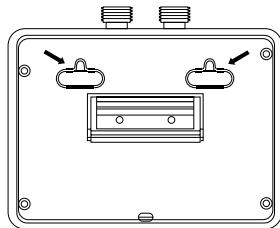

Рис. 3
- После установки шурупов навесьте на них водонагреватель. Места крепления указаны стрелками (рис. 3).
Установите два крепежных шурупа, вкручиваемые в дюбеля в стене, где будет установлен водонагреватель. Места крепления водонагревателя показаны на рис. 3 и 4. Шляпки шурупов должны выступать от стены на расстояние, необходимое для навески на них водонагревателя, чтобы обеспечить надежное крепление и прилегание к стене. Встроенные трубы прибора должны быть расположены вертикально. Трубы входа холодной воды (синий) и выхода горячей воды (красный) обозначены соответствующими цветами. При монтаже необходимо это учитывать и подсоединять арматуру в соответствии с оцветкой.